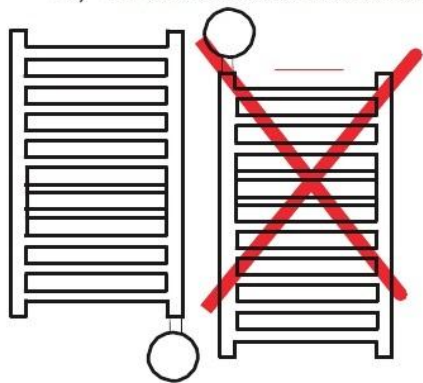

Abb. 3
- 4) kippen Sie den Radiator wie in Abb.3 , so dass sich die Öffnung an der Oberseite des Heizkörpers auf der höchsten Seite befindet. **WARNUNG.** Lehen Sie den Raditator nicht auf die elektronische Steuerung.